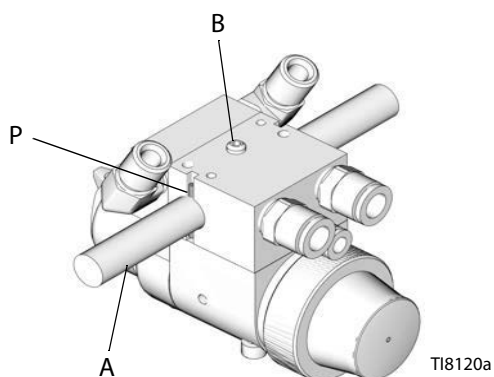

Рис. 3: Установка на манипулятор
1. Проденьте монтажный стержень (А) через отверстие в коллекторе, как показано на Рис. 3.